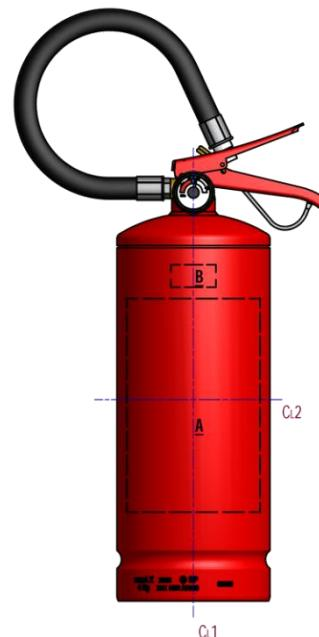

Figura 8 - Posicionamento do Quadro de Instruções
- Imaginariamente, crie uma linha de centro no sentido vertical extintor, tendo como base o indicador de pressão, conforme indicação “CL1” da Figura 8.
- Novamente, crie outra linha de centro imaginária no sentido horizontal do recipiente do extintor, desconsiderando os frisos, conforme indicação “Cl2” da Figura 8.
- O selo de identificação da conformidade do INMETRO deverá ficar centralizado com a linha de centro vertical (“Cl1”), logo acima do quadro de instruções, conforme retângulo tracejado com indicação “B” da Figura 8.